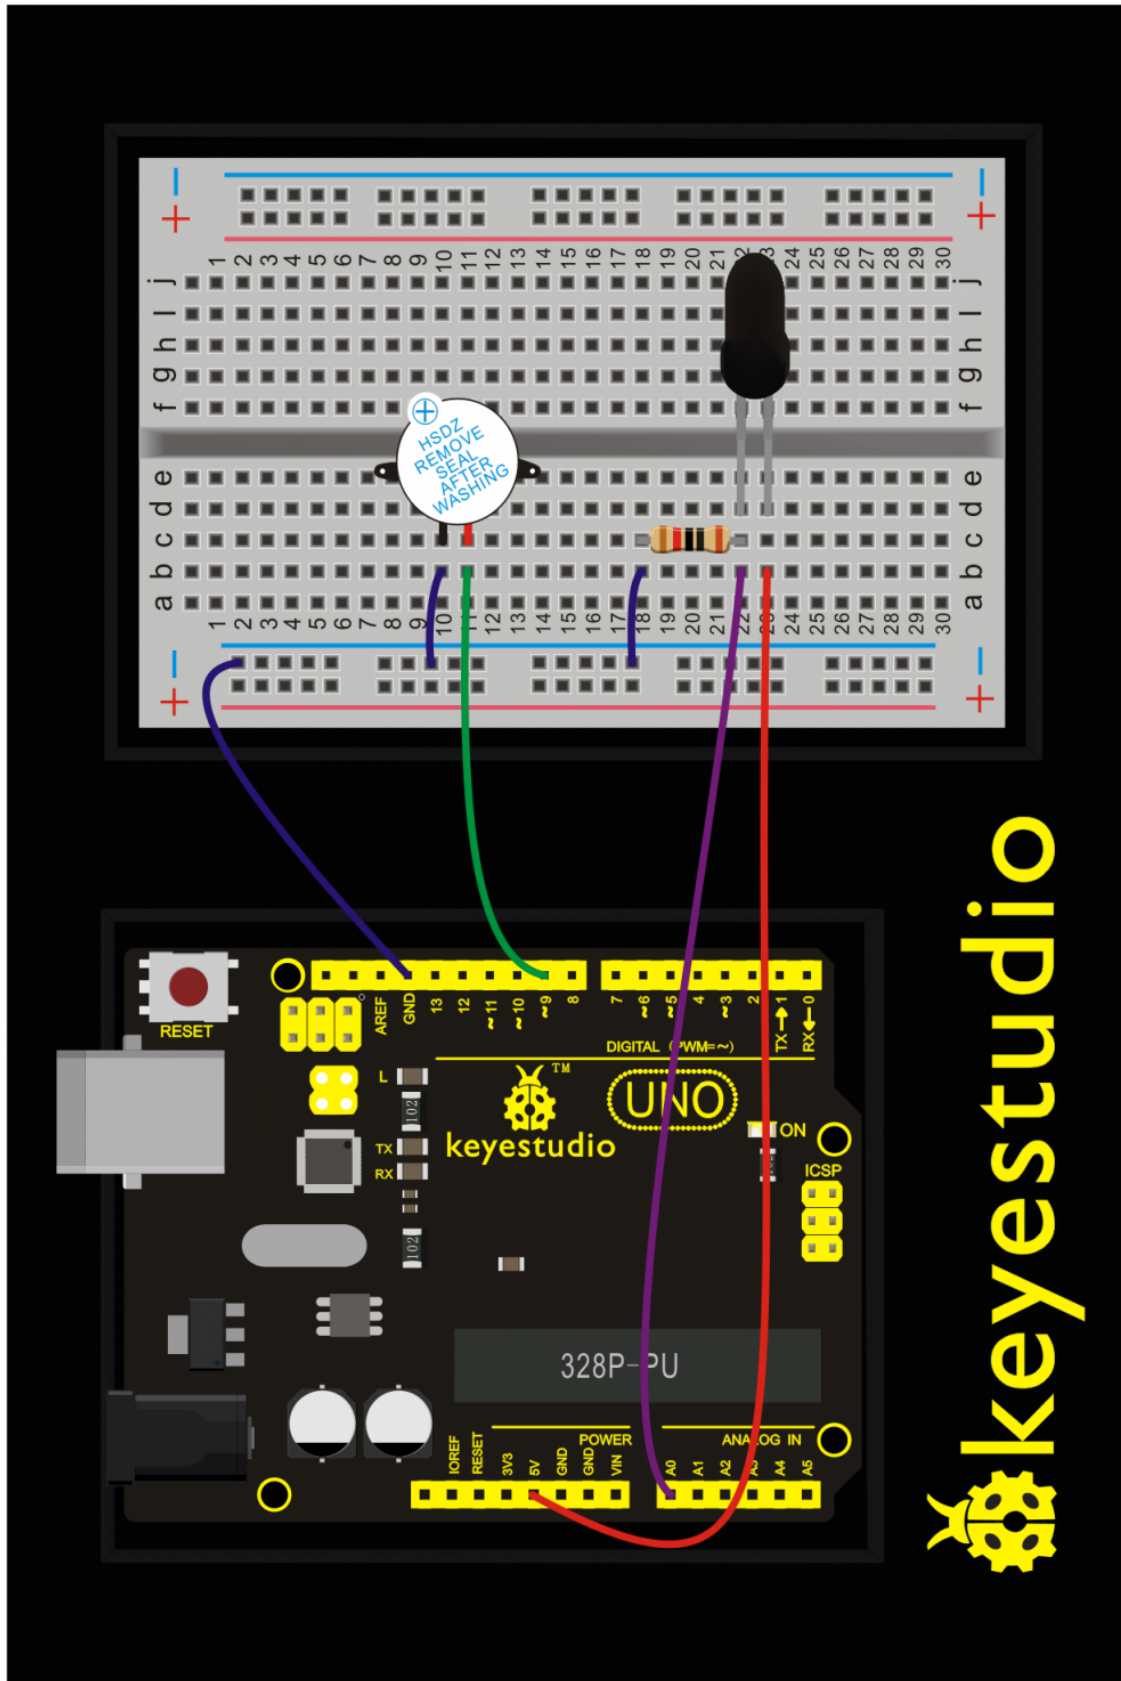

Figure 2: Cablage de la diode détectrice de flamme et du buzzer.
Le détecteur de flamme (triode de réception infrarouge) est spécialement utilisé sur les robots pour trouver la source d'incendie. Ce capteur a une sensibilité élevée à la flamme. Voici une photo dans la figure 2.
La broche la plus courte de la diode réceptrice est négative, l'autre positive. Connectez la négative à la broche 5V, positive à la résistance. Connectez l'autre extrémité de la résistance à la masse. Connectez l'extrémité de la diode à la broche analogique A0, comme indiqué sur la figure 2.
- 9 Implémentez le code ci-dessous et le câblage de la figure 2 :